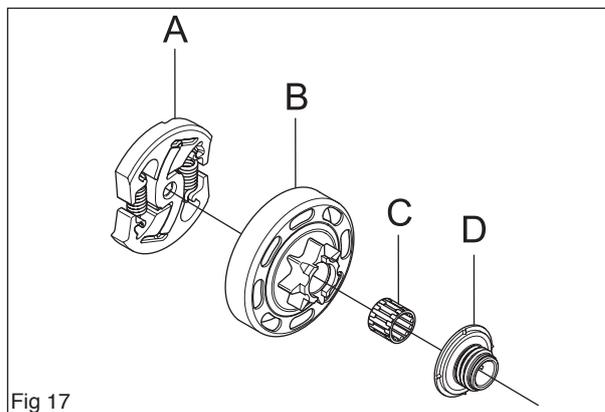

Fig 17
Démontez l'embrayage centrifuge (A). Retirez le tambour d'embrayage (B) le palier à aiguilles (C) et la roue d'entraînement de la pompe (D) (voir la figure 17).